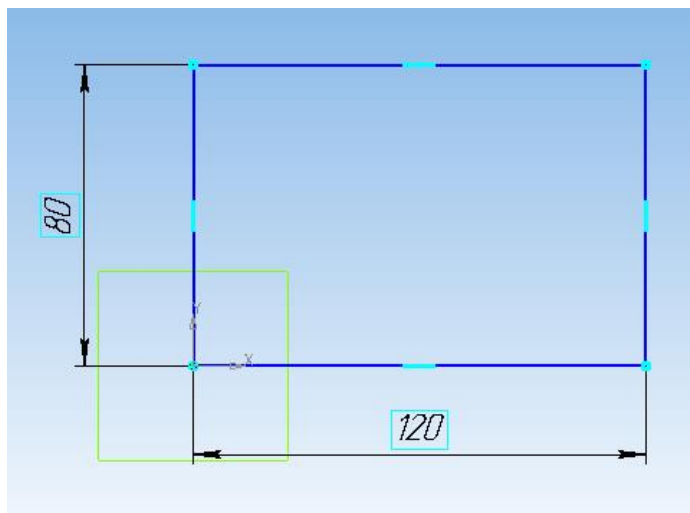

Рисунок 30
5. По размерам выполните «Прямоугольник» (рисунок 30).